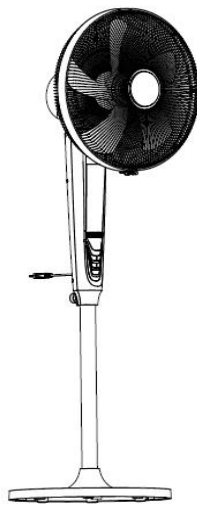

Рисунок 6
- F. Установите вентилятор в вертикальное положение после сборки и подключите его к источнику электропитания. Используйте согласно инструкция по эксплуатации (рис. 6).